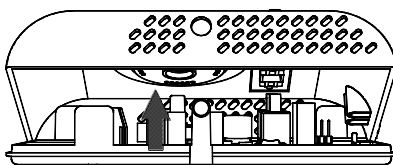

Fig. 5
- 4** Tourner la calotte en exerçant une légère pression jusqu'à l'extraire complètement (Fig. 5).